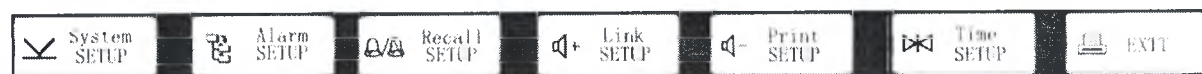

Рис. 5-3 — Панель меню настройки
1. Нажмите кнопку  на панели главного меню, чтобы открыть меню настройки, как показано на Рис. 5-3.